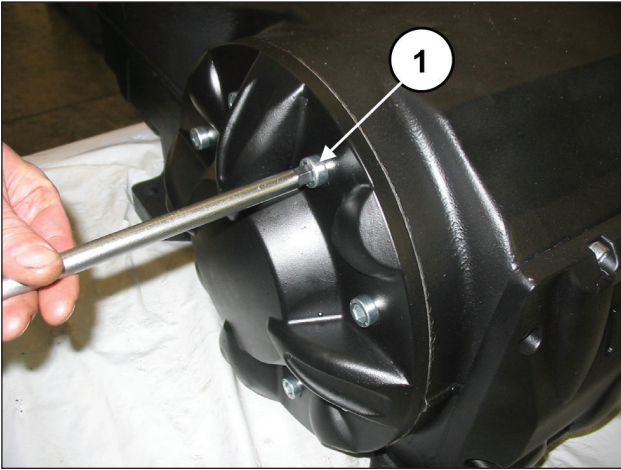

Fig. 4
Du côté opposé, dévisser les vis de fixation du couvercle de roulement (rep. ①, Fig. 4) et le déposer.